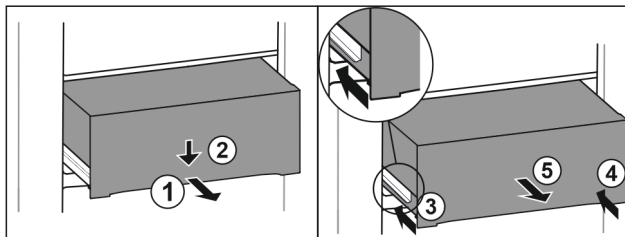

Fig. 103
- ▶ Wyciągnąć szufladę do połowy. Fig. 103 (1)
- ▶ Popchnąć szufladę z przodu w dół. Fig. 103 (2)
- ▶ Wsunąć lewą szynę o ok. 2 cm. Fig. 103 (3)
- ▶ Wsunąć prawą szynę o ok. 2 cm. Fig. 103 (4)
- ▶ Wyjąć szufladę do przodu. Fig. 103 (5)